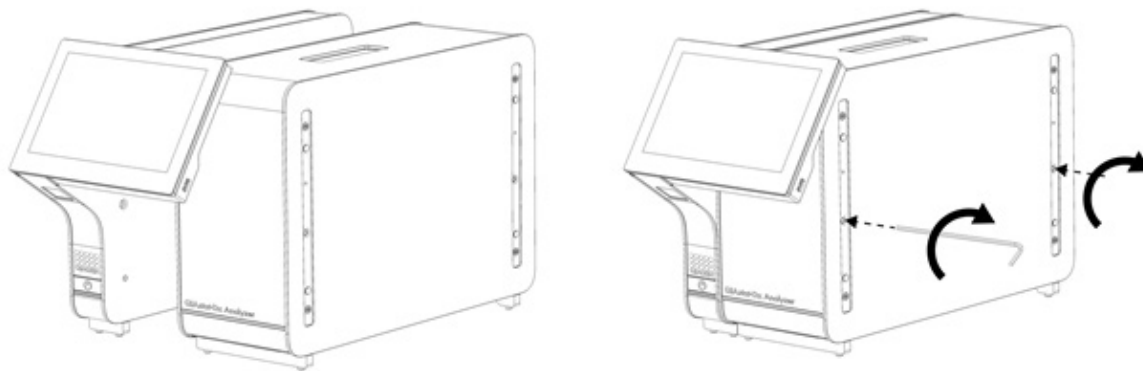

Figura 6. Fixação do módulo operacional no módulo analítico.
3. Remova o módulo operacional da respetiva caixa e fixe-o no lado esquerdo do módulo analítico. Aperte os parafusos utilizando a ferramenta de montagem do módulo analítico-operacional fornecida com o QIAstat-Dx Analyzer 2.0 (Figura 6).